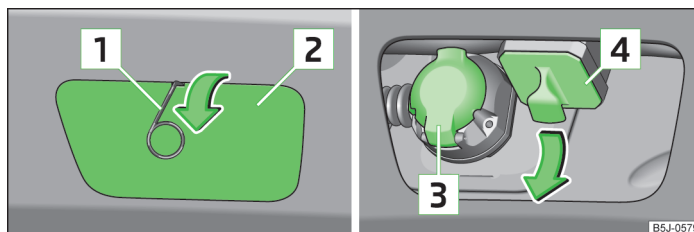
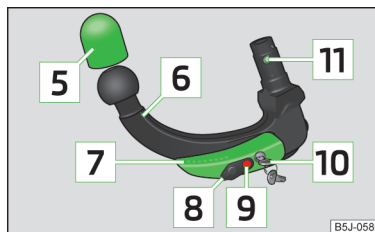

Fig. 101 Rimuovere il cappuccio protettivo: sul parafranghi posteriore / per il pozzetto di alloggiamento
Fig. 102
Descrizione dell'immagine» fig. 101 e » fig. 102
- Rimuovere il cappuccio protettivo sul parafranghi posteriore **2** » fig. 101 a pagina 118 utilizzando, nella direzione della freccia, la staffa per la rimozione dei copriruota integrali.
- Rimuovere, nella direzione della freccia, il cappuccio protettivo per il pozzetto di alloggiamento **4** » fig. 101 a pagina 118 » **!**
Dopo averli rimossi, conservare il coperchio [2] e il [4] » fig. 101 a pagina 118 in un posto idoneo all'interno del vano portabagagli. ■
- Inserire, in direzione opposta a quella della freccia, il cappuccio protettivo per il pozzetto di alloggiamento  » fig. 101 a pagina 118.
- Attaccare il cappuccio protettivo sul parafranghi posteriore  » fig. 101 a pagina 118 ai "gancetti" presenti nella parte inferiore dell'area dei parafranghi.